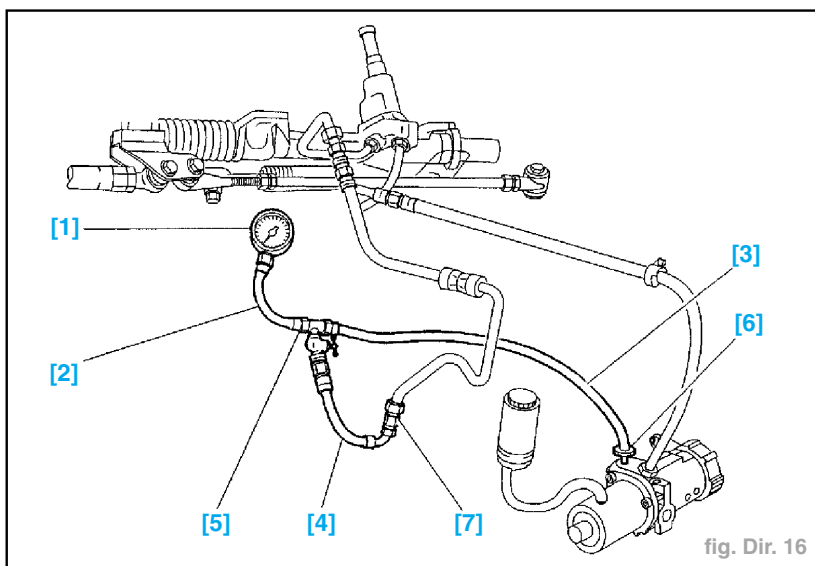

fig. Dir. 16
- Monter les raccords [6] et [7] (raccords SAGINAW M16x150) (fig. Dir. 16).